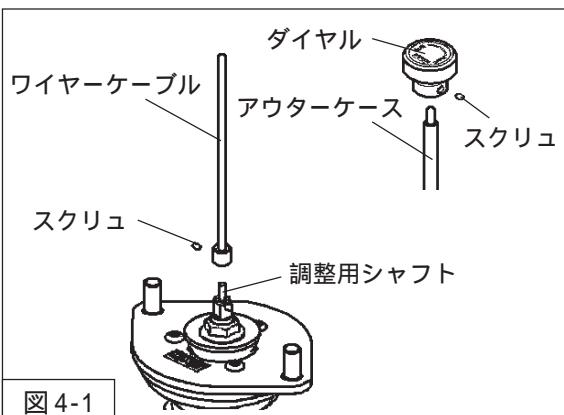

図4-1
- 減衰力調整ケーブル（同梱品）からダイヤル・アウターケースを取り外してください。（図4-1）
- ワイヤーケーブルをリアダンパーASSY（同梱品）先端の調整用シャフトに取付けてください。（図4-1）